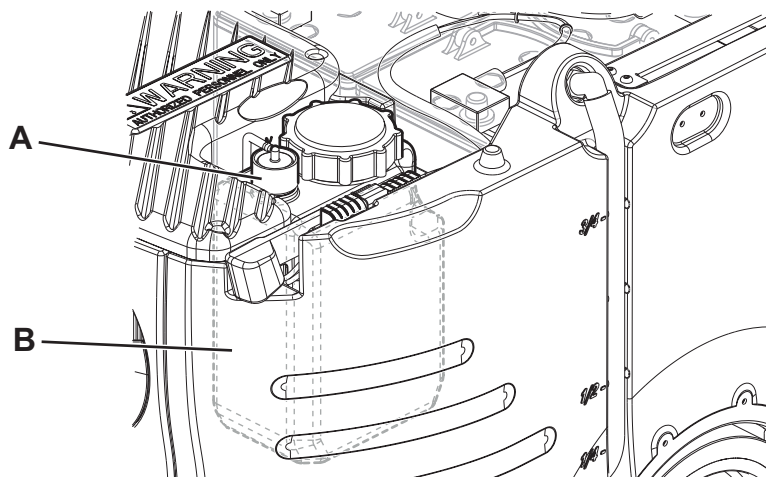

Abbildung 13
2. Sicherstellen, dass das Gerät ausgeschaltet und der Bedienschlüssel (41) herausgezogen wurde.
3. Deckel (29) anheben und überprüfen, ob der Schmutzwassertank (17) leer ist. Gegebenenfalls durch das Ablaufrohr (26) entleeren.
4. Deckel (18) schließen.
5. Die Schmutzwassertank-Baugruppe (17) vorsichtig mit dem Griff (35) anheben.
6. Den Stopfen (A, Abb. 13) vom Reinigungsmittelkanister (B) abdrehen.
9. Den Reinigungsmittelkanister (B) wieder wie in der Abbildung gezeigt in seiner Position anbringen und den Stopfen (A) wieder befestigen.